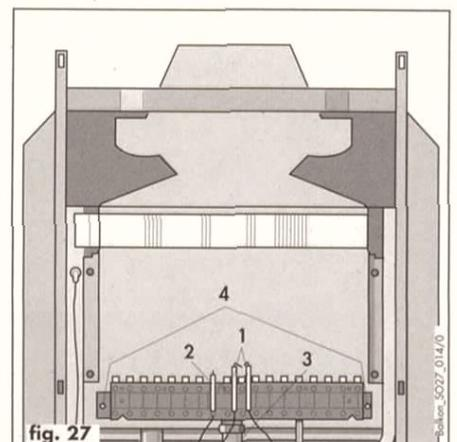

fig. 27
- Scollegare i fili dagli elettrodi di accensione e rilevazione di fiamma (1 e 2, fig. 27).
- Allentare il raccordo gas (3, fig. 27), togliere le viti (4, fig. 27) e sfilare in avanti il bruciatore.
- Svitare il raccordo gas (3, fig. 27) ed estrarre la rampa ugelli dall'apparecchio.